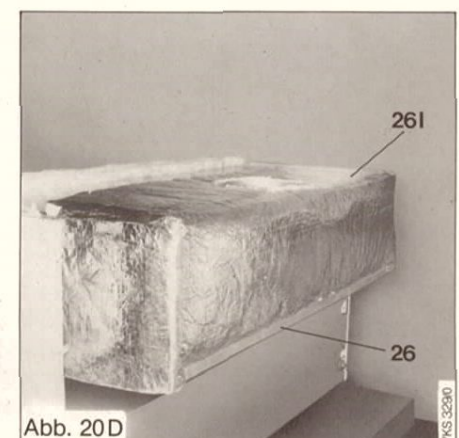

Abb. 20D
- Abbildung 20D zeigt die mit Isoliermatte (26I) versehene Strömungssicherung (26).